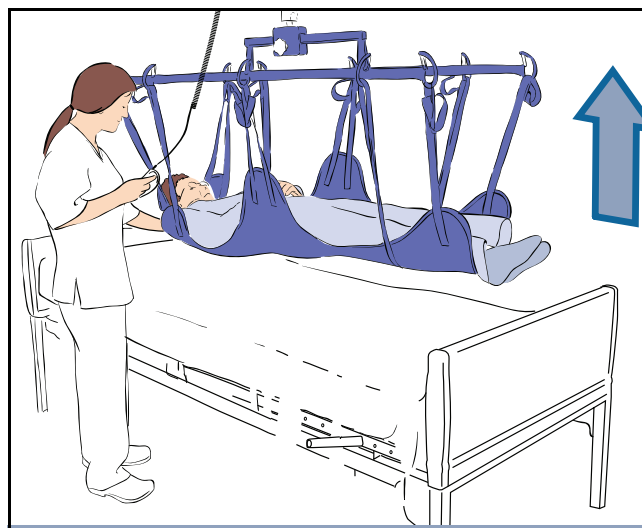

Fig. 14
- 8) Løft og flyt plejemodtageren væk fra sengen (se Fig. 14).